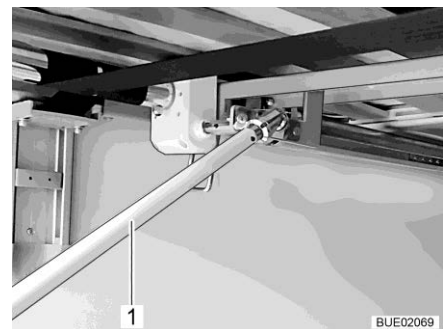

Fig. 137 Manovella nel garage di coda
- Per sollevare il letto: ruotare la manovella (Fig. 137,1) in senso orario. Per abbassare il letto: ruotare la manovella (Fig. 137,1) in senso antiorario.